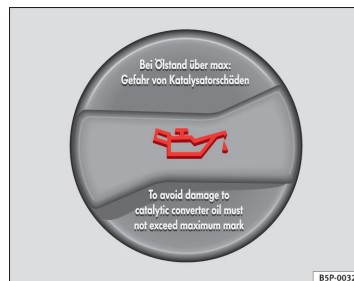

Fig. 145 Dækslet på påfyldningsåbningen til motorolie i motorrummet
- Skru dækslet af påfyldningsåbningen til motorolie ⇒ Fig. 145.